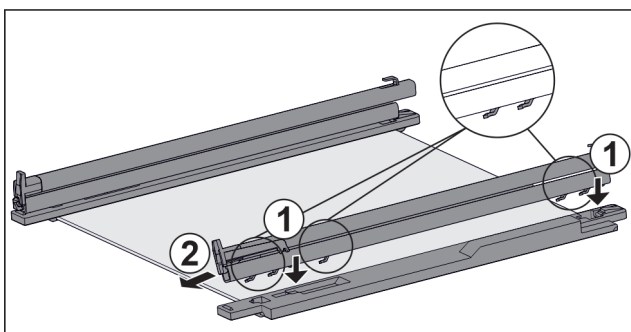

Fig. 138 Staklena ploča s vodilicama i pridržnim dijelovima
- ▶ Stavite kuke vodilice na otvore **lijevog** pridržnog dijela. Fig. 138 (1)
- ▶ Skinite vodilicu prema naprijed. Fig. 138 (2)
- ▶ Stavite kuke vodilice na otvore **desnog** pridržnog dijela. Fig. 138 (1)